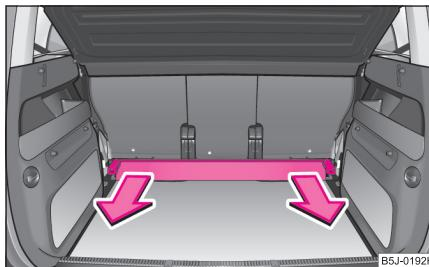

Abb. 8 Gepäckraum: Quertragschiene herausnehmen
- Fassen Sie die Quertragschiene Abb. 8 und nehmen Sie diese durch Ziehen in Pfeilrichtung heraus.